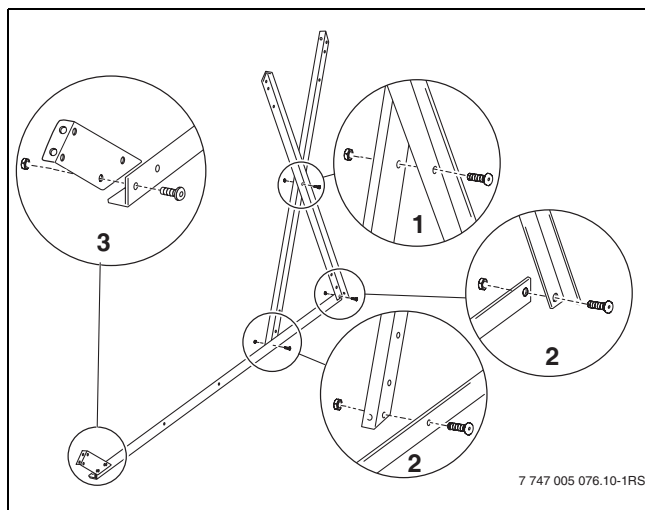

Bild 17 Trägerschienen verschrauben
- Zwei Trägerschienen-Speicher zu einem Kreuz (Bild 17, [1]) mittig zusammenschrauben und an der Trägerschiene-unten [2] so montieren, dass die auf dem Boden aufliegende Fläche nach innen zu liegen kommt.
- Untere Abstützung (Bild 17, [3]) am Ende der Trägerschiene-unten verschrauben.